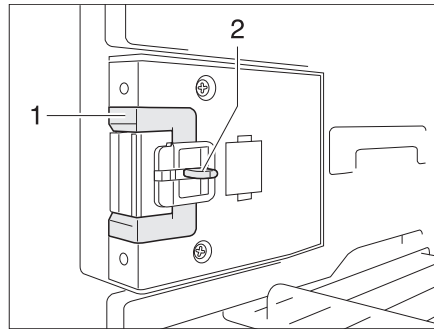
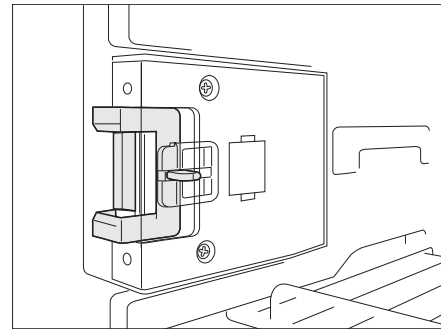

Fig. 330 Dispositivo de cierre en posición normal
Fig. 331 Dispositivo de cierre en posición de ventilación
- Hundir el desbloqueo (Fig. 330,2).
- Empujar el dispositivo de cierre (Fig. 330,1) hacia delante (Fig. 331).